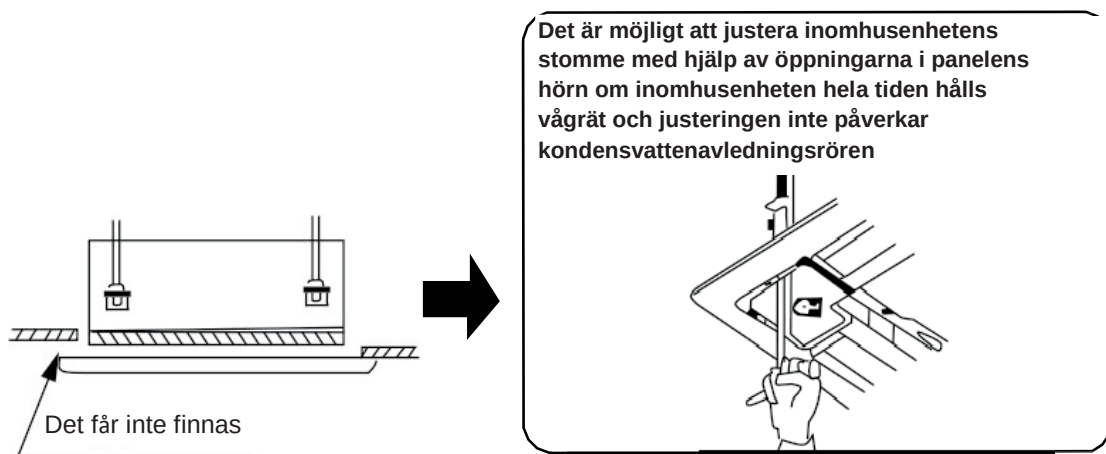

Bild 36
- (3). Om det finns en öppning mellan taket och täckplåten efter att skruvarna har spänts ska du justera inomhusenhetens höjd på nytt (bild 36).